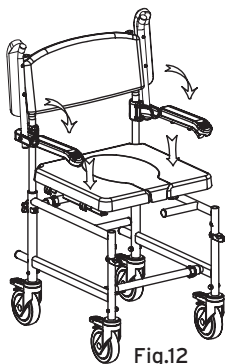

Fig.12
- Posare la seduta sul telaio della carrozzina e premere verso il basso per fissarne la posizione, dopodiché aggiungere il coperchio (Fig.12);